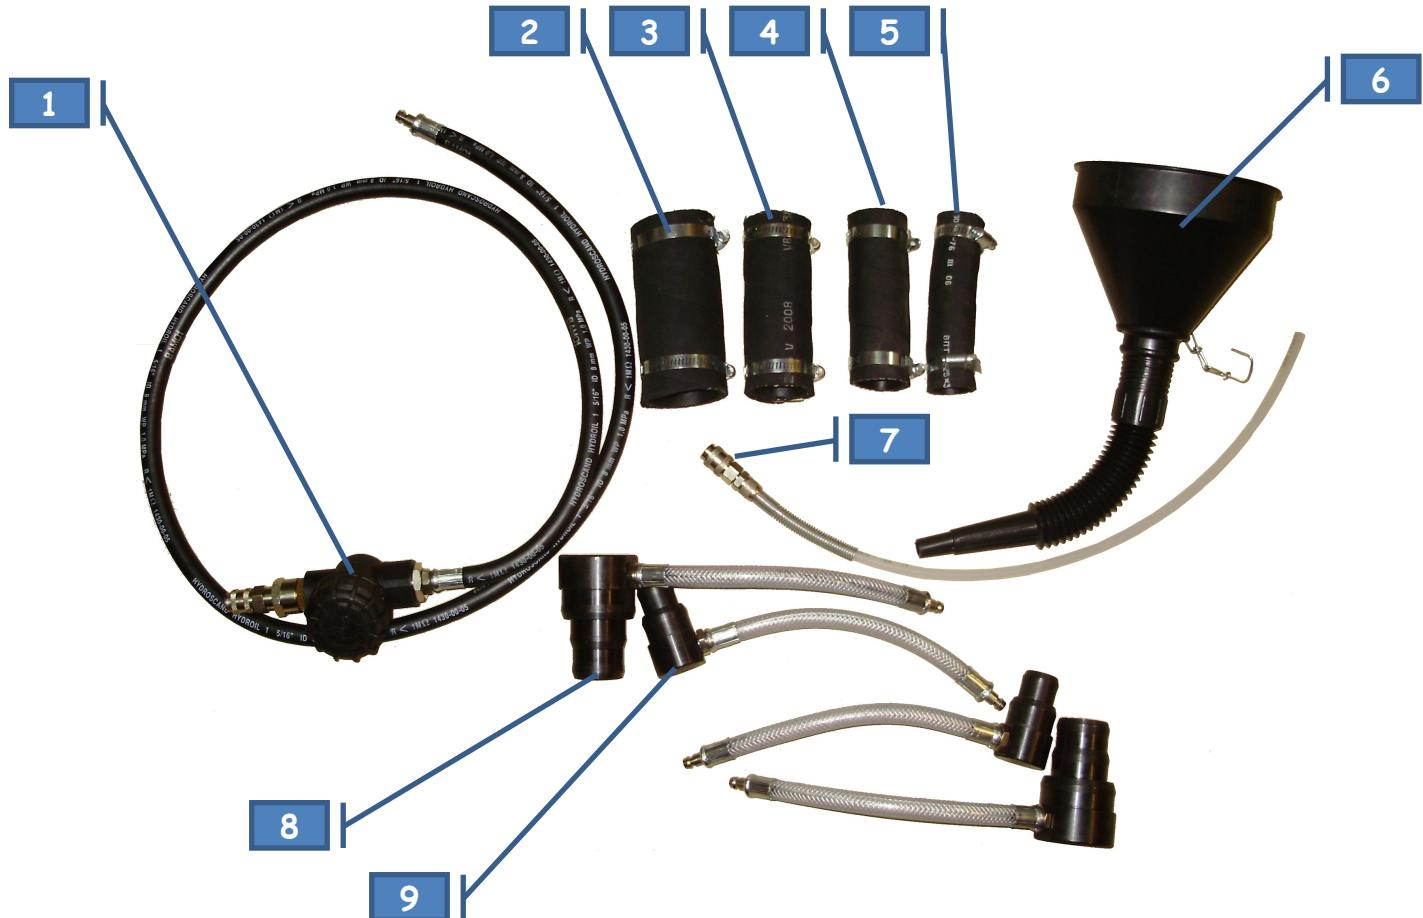

Рис. 1
4. Если используется **внутренний забор** – залить, используя воронку (п. 6 рис. 1), во внутреннюю емкость установки антифриз, в требуемом количестве (min 5 - max 20 литров), свободный конец заборного шланга защелкнуть на БРС с надписью «Емкость» (п. 8 рис .3).
5. Если используется **внешний забор**, то свободный конец заборного шланга (п. 1 рис. 1) опустить в емкость с антифризом.
4. С помощью специального адаптера (п.7 рис.1) слить часть жидкости из верхней части радиатора, чтобы в дальнейшем при снятии верхнего патрубка не произошло разлива жидкости:
- для этого защелкнуть специальный адаптер на БРС заборного шланга (п.1 рис.1);
- на радиатор надеть переходной патрубок подходящего размера (п.2, 3, 4, 5 рис.1);
- на отсоединеный патрубок автомобиля и переходной патрубок, одеть пару адаптеров подходящего размера (п.8, 9 рис.1);